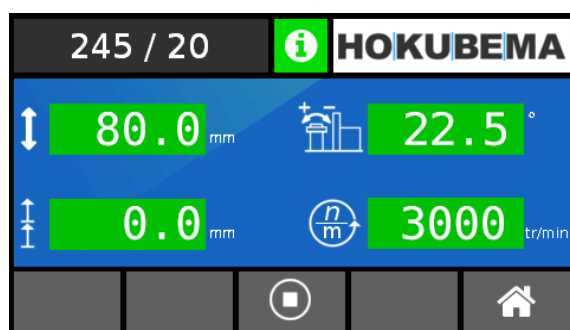

Figure 28 : machine - aperçu des axes
Avis important : Positionner tout d'abord l'axe angulaire avec précision à 0,0° dans la fenêtre « Régler l'angle » (voir \Rightarrow Figure 28) via la « Aperçu des axes » (pour la procédure, voir la section \Rightarrow 14.6.1).
- Réglez la broche en mode manuel (voir section \Rightarrow 14.7) jusqu'à ce que la fente de lumière entre la broche et l'angle du cheveu ait complètement disparu ($90^\circ \cong$ position 0,0°) \rightarrow L'affichage de l'angle dans le masque « Aperçu des axes » (\Rightarrow Figure 28) devrait maintenant indiquer une valeur différente de 0,0° (par ex. 0,5°).
Avis important : Positionner tout d'abord l'axe angulaire avec précision à 0,0° dans la fenêtre « Régler l'angle » (voir ⇒ Figure 28) via la « Aperçu des axes » (pour la procédure, voir la section ⇒ 14.6.1).